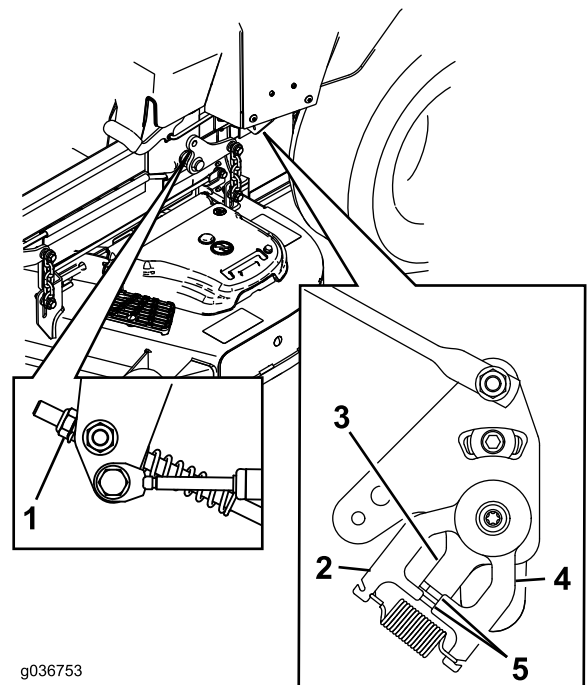

Figure 104
11. Réglez la longueur des tiges de pompes en tournant l'écrou dans le sens voulu jusqu'à ce que les roues tournent légèrement en marche arrière (voir Figure 104).